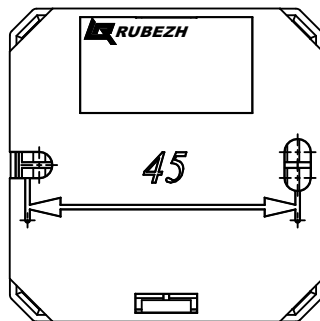

Рисунок 5 – Установочные размеры
- б) смонтировать изолятор шлейфа на стену, используя отверстия в основании (рисунок 5);